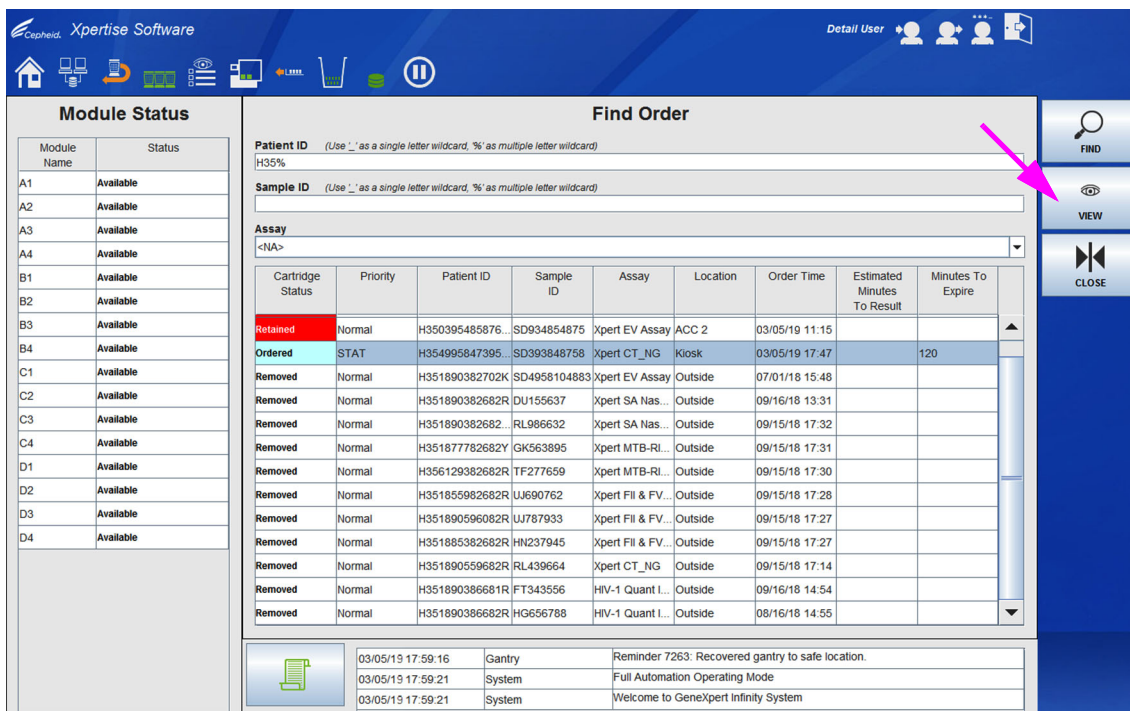

Figura 10-58. Exemplo da área de trabalho Find Order (Localizar pedido)
A área de trabalho Find order (Localizar pedido) mostra os pedidos (ver Figura 10-58). A área de trabalho Find order (Localizar pedido) lista os pedidos associados à ID do paciente, ID da amostra e/ou ensaio que pediu.
5. Selecione ou realce o pedido que quer visualizar e, em seguida, selecione o botão **VIEW (VISUALIZAR)**. Ver Figura 10-58.